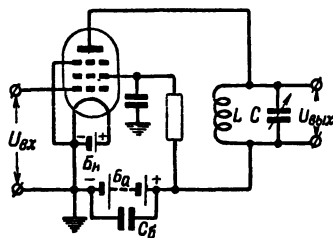

Рис. 2. Схема усилителя высокой частоты с анодным контуром.
**Схема с анодным контуром.** Одна из наиболее распространенных схем усилителя высокой частоты дана на рис. 2. Она называется схемой с анодным контуром.